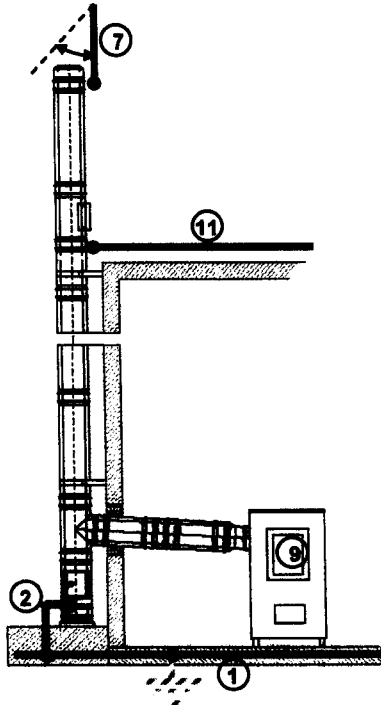

Bild 4: Gebäude mit Äußerem Blitzschutz und außen angebrachter Abgasanlage
- des Fußpunktes der Metallabgasanlage an die Erdungsanlage (Bild 4),